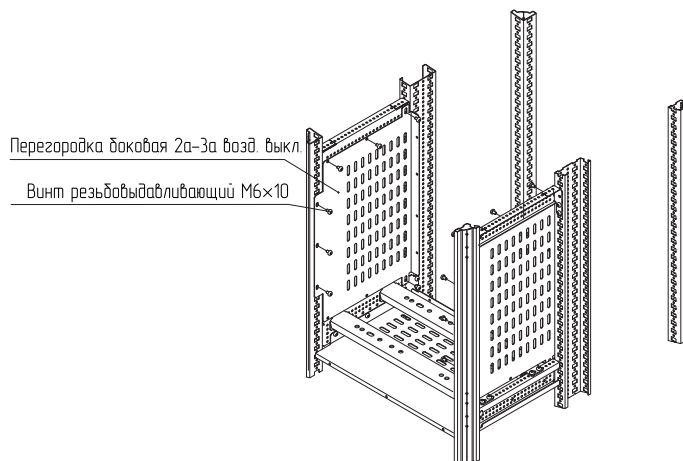

Рисунок 4
4.1.4 Приложить перегородку боковую 2а – 3а выкатную воздушного выключателя (далее – перегородку боковую) к перегородке горизонтальной и к элементу секционирования, закрепить винтами М6×10 (рисунок 4). Момент затяжки – 7 Н·м.